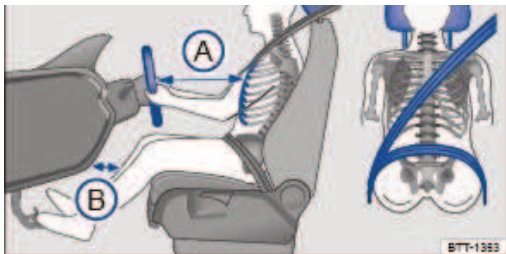

Fig. 28 Schéma de principe : distance correcte du conducteur par rapport au volant, ajustement correct de la sangle et réglage correct de l'appuie-tête
- Réglez l'appuie-tête de sorte que son bord supérieur se trouve, si possible, au niveau de la partie supérieure de la tête, mais pas plus bas que les yeux. Positionnez toujours l'occiput le plus près possible de l'appuie-tête → Fig. 28.
- Réglez le volant de sorte que la distance entre celui-ci et votre sternum soit de 25 cm au minimum → Fig. 28 et de manière à pouvoir le tenir en plaçant vos deux mains à la périphérie avec les bras légèrement pliés → Volant de direction.
- Réglez le siège du conducteur en longueur de sorte que vous puissiez enfoncer les pédales en ayant les jambes légèrement pliées et que la distance → Fig. 28 entre le tableau de bord et vos genoux soit de 10 cm minimum.